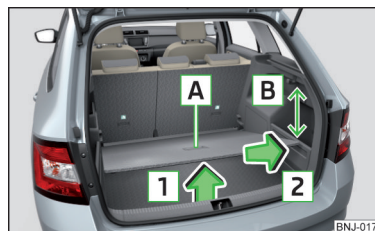

Fig. 119 Estrazione del piano di carico variabile
- » Sollevare il piano di carico variabile dalla maniglia **A** in direzione della freccia **1** in modo tale che la parte posteriore **B** si trovi circa 15 cm al di sotto del bordo della cappelliera avvolgibile » fig. 119.
- » Afferrare la maniglia **A** » fig. 119 del piano di carico variabile.
Estraendo/inserendo il piano di carico variabile è necessario rispettare la distanza di 15 cm [B] » fig. 119 al di sotto del bordo della cappelliera avvolgibile - altrimenti sussiste il pericolo di danneggiare la guarnizione del portellone bagagliaio.